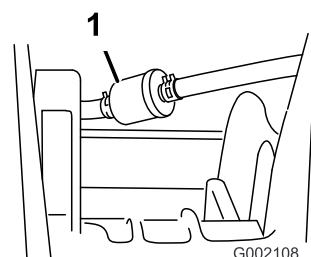

図 44
5. フィルタを燃料ラインに固定しているクランプを外す 図 44。